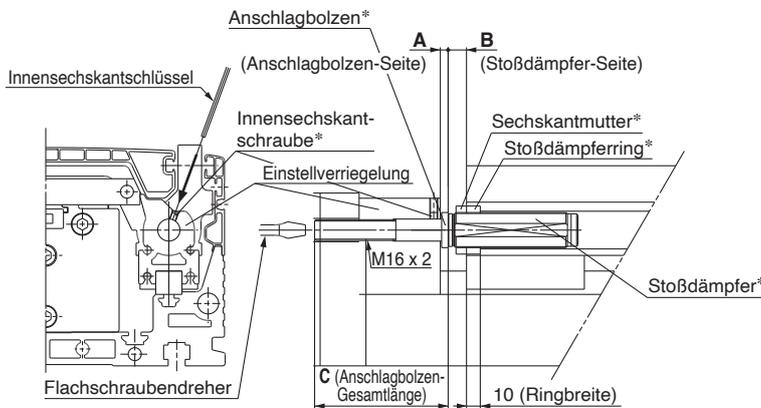
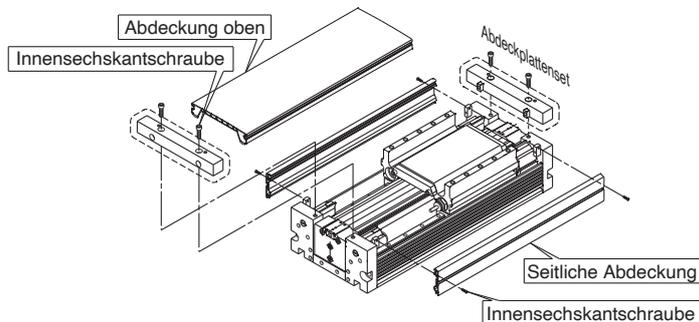

Abb. 1 Detail des Hubbegrenzungsbereichs
Abb. 2 Installation und Entfernen des Gehäuses
1. Wie in Abb. 1 dargestellt, führen Sie zum Einstellen des Anschlagbolzens innerhalb des Einstellbereichs A einen Innensechskantschlüssel von oben ein, um die Innensechskantschraube um etwa eine Umdrehung zu lösen, und stellen Sie dann den Anschlagbolzen mit einem Schraubendreher ein.
- Die Hubbegrenzungseinheit besteht aus den Komponenten, die in Abb. 1 mit einem * markiert sind.
2. Wenn die in Abb. 1 oben beschriebene Einstellung nicht ausreicht, kann der Stoßdämpfer eingestellt werden. Entfernen Sie die Abdeckungen wie in Abb. 2 gezeigt und nehmen Sie weitere Einstellungen vor, indem Sie die Sechskantmutter lösen.